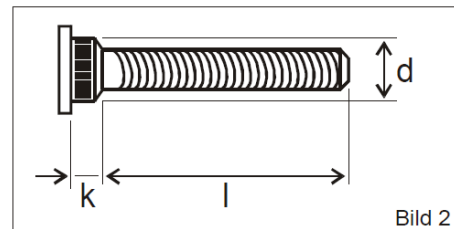

Bild 2
3. Das **Pro-Spacer System 6** wird komplett mit allen benötigten Anbauteilen geliefert. Es ist jedoch unbedingt notwendig einige Größen dieser Anbauteile zu verifizieren. Achten Sie insbesondere darauf, dass die Rändellänge (k) und der Rändeldurchmesser (d) (Bild 2) der Eibach-Spezial- Rändelbolzen den Original Rändelbolzen entspricht. Neben der Form ist die Gewindegröße mit ihrem spezifischen Gewindedurchmesser und der Gewindesteigung zu verifizieren.
3. **Pro-Spacer System 6** is delivered complete with all necessary attachments. However, it is essential to verify some of the sizes of these attachments. In particular, make sure that the knurling length (k) and the knurling diameter (d) (Figure 2) of the Eibach special knurled bolts correspond to the original knurled bolts. As well as the shape, the thread size with its specific thread diameter and thread pitch must be verified.